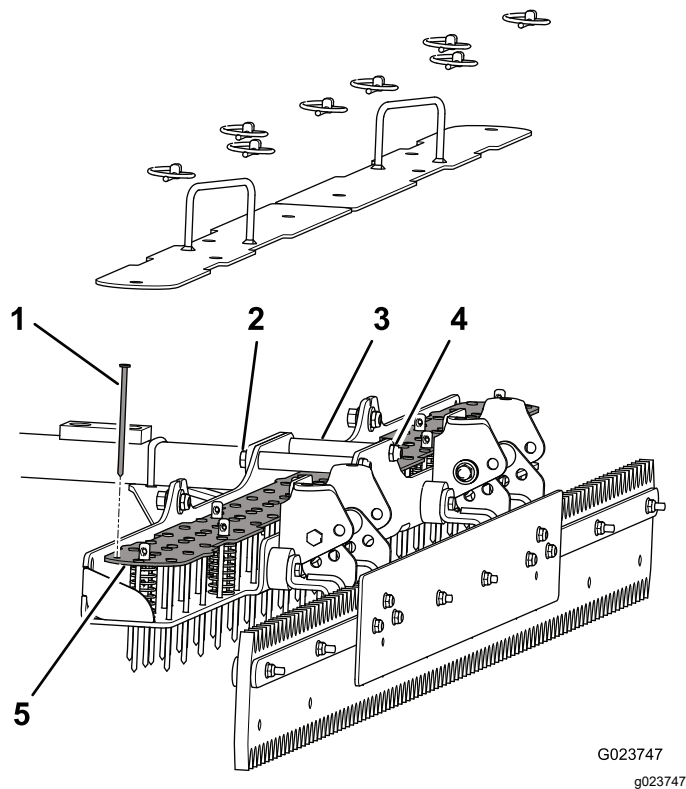

Figura 9
5. Inserte los clavos hacia abajo a través de la placa de los clavos y la placa inferior (**Figura 9**).